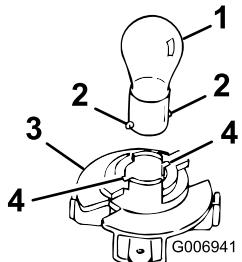

Figura 54
4. Empuje y gire la lámpara en el sentido contrario a las agujas del reloj hasta que haga tope (aprox. 1/4 de giro) y retírela del portalámparas (Figura 54).
2. Introduzca la base en el portalámparas (Figura 54).